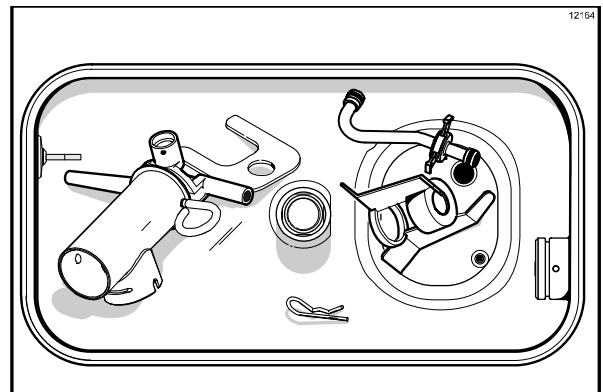

Figura 153
12. Coloque o conjunto da bomba, o clip da bomba, a trava do tubo e o agitador no fundo do reservatório de mix para a sanitização. (Veja a Figura 153.)